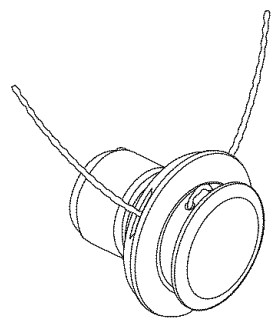

Fig. 13
3. Tire de los extremos de la línea hasta que la curva de la línea quede en el centro de los agujeros de inserción y firme contra el costado del cabezal de corte (Fig. 13).
4. Gire la perilla en sentido horario para ajustarla (Fig. 13).